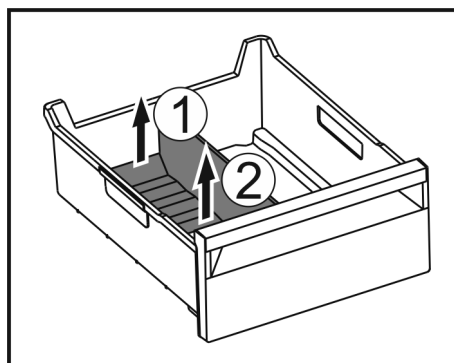

Fig. 115
- Soulever la partie arrière du séparateur de congélateur. Fig. 115 (1)
- Retirer le séparateur de congélateur par le haut. Fig. 115 (2)